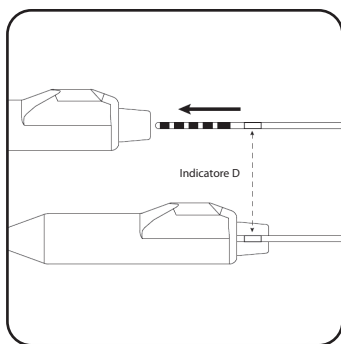

Figura 18. Inserire completamente l'elettrocatteteri all'interno del blocco connettore dell'estensione percutanea.
4. Inserire l'elettrocattetere nel blocco connettore dell'estensione percutanea fino a quando non è più possibile inserirlo oltre. L'indicatore D sull'elettrocattetere deve trovarsi all'interno del serracavo dell'estensione percutanea (**Figura 18**) Il manicotto di ritenzione dell'elettrocattetere deve essere posizionato sotto la vite di fermo dell'estensione percutanea.